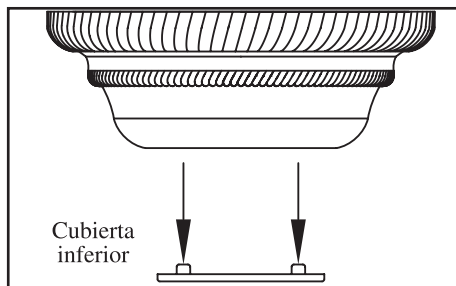

Figura 8
6. Vuelve a ajustar los tornillos del collarín en la parte superior de la carcasa del motor (Figura 8).
3. Retira la cubierta inferior decorativa de la cubierta oprimiendo los tres pernos (Figura 8).
4. Conecta el cable azul del motor del ventilador al cable azul del receptor usando una tuerca de cable (Figura 8).